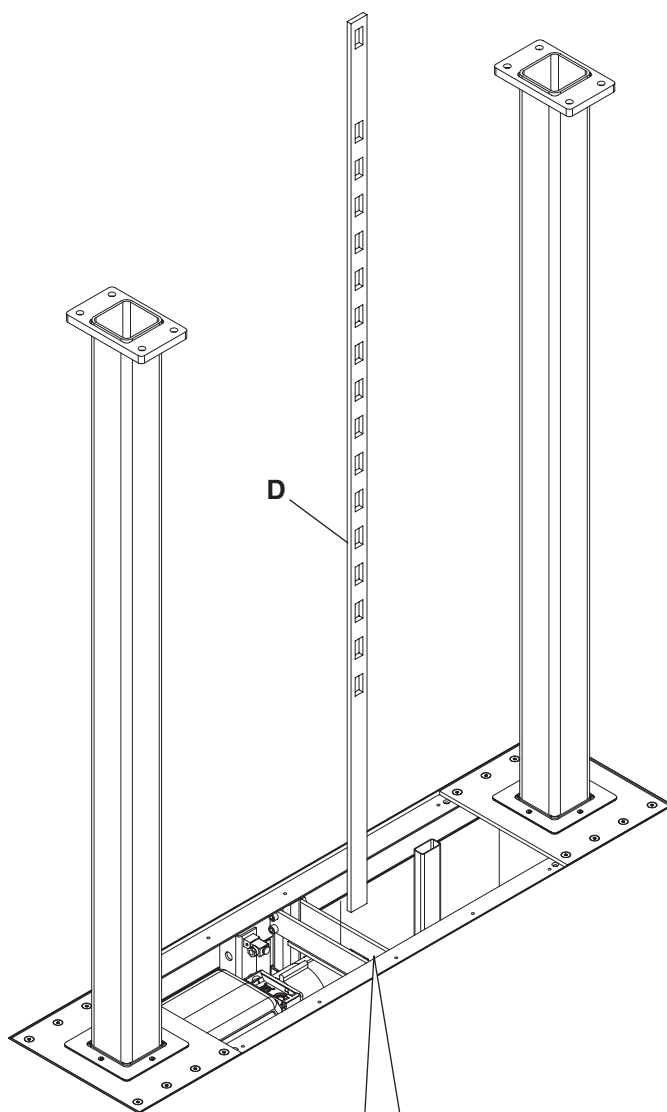

Fig. 25
- Portare il ponte quasi alla massima altezza ed infilare l'asta asolata (D) e procedere al suo fissaggio con il blocchetto di sostegno (E) **fig. 25**.
- Move lift almost up to the max. height, then insert slotted bar (D), and secure it with holder block (E) **fig. 25**.
- Die Hebebühne fast auf die max. Höhe fahren, den Lochstab einfügen (D) und dann mit dem Halteblock befestigen (E) **Abb. 25**.
- Porter le pont pratiquement à la hauteur maximum et enfile la tige avec fente (D) et procéder à sa fixation avec le bloc de soutien (E) **fig. 25**.
- Colocar el puente casi a la altura máxima e introducir la barra con ranuras (D); fijarla con el bloque de soporte (E) **fig. 25**.